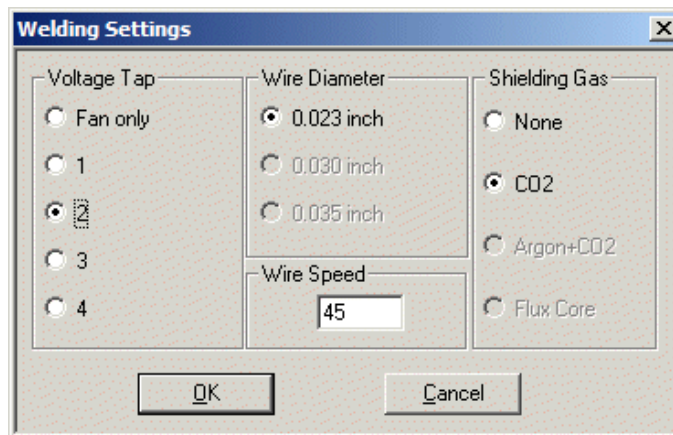

Figura 7-6: Cuadro de diálogo de Ajustes de soldadura
- Welding Settings Abre el cuadro de diálogo Welding Settings (Ajustes de Soldadura) (consulte la Figura 7-6) que permite definir los siguientes parámetros de soldadura: